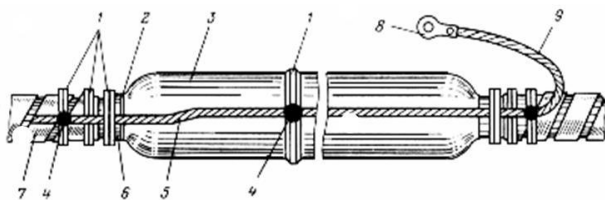

Рис. 13. Заземление свинцовой соединительной муфты для укладки в кожух.
9. Назовите элемент 5, изображённый на рис. 13.